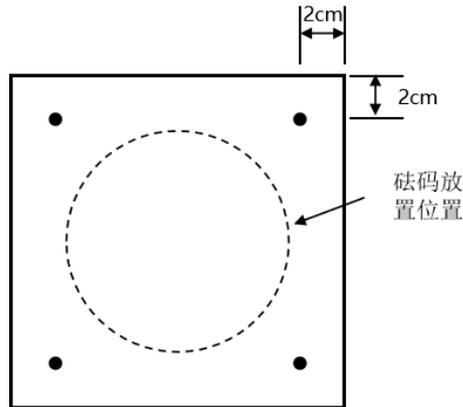

图2 百分表位置（图中黑点）示意图
(1) 在完成复合地基制备后，需在地基表面放置加载板、砝码以及测量沉降变形的 4 只百分表。
(2) 在放置加载板时，加载板轴线与模型箱轴线一致，其中心与模型箱中心对齐；加载板的 4 个角设置 4 个机械百分表，测点距加载板边的水平距离不大于 2cm，如图 2 所示。